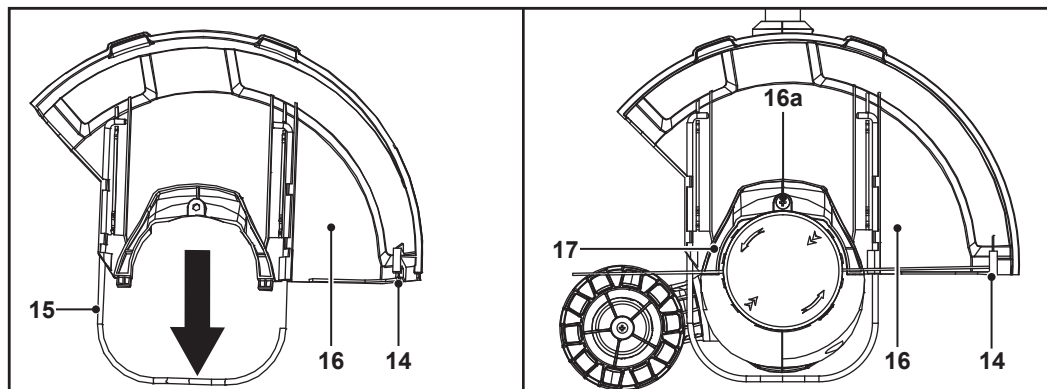

Fig. 2
**AVERTISSEMENT ! LA LAME COUPE -FIL (14) SUR LA PROTECTION (16) EST TRANCHANTE. TOUT CONTACT PEUT ENTRAÎNER DES BLESSURES GRAVES.**
1. Placer la protection (16) sur la tête de coupe (17) (Fig. 2).
2. Fixer la protection (16) avec la vis et la rondelle (16a) (Fig. 2).